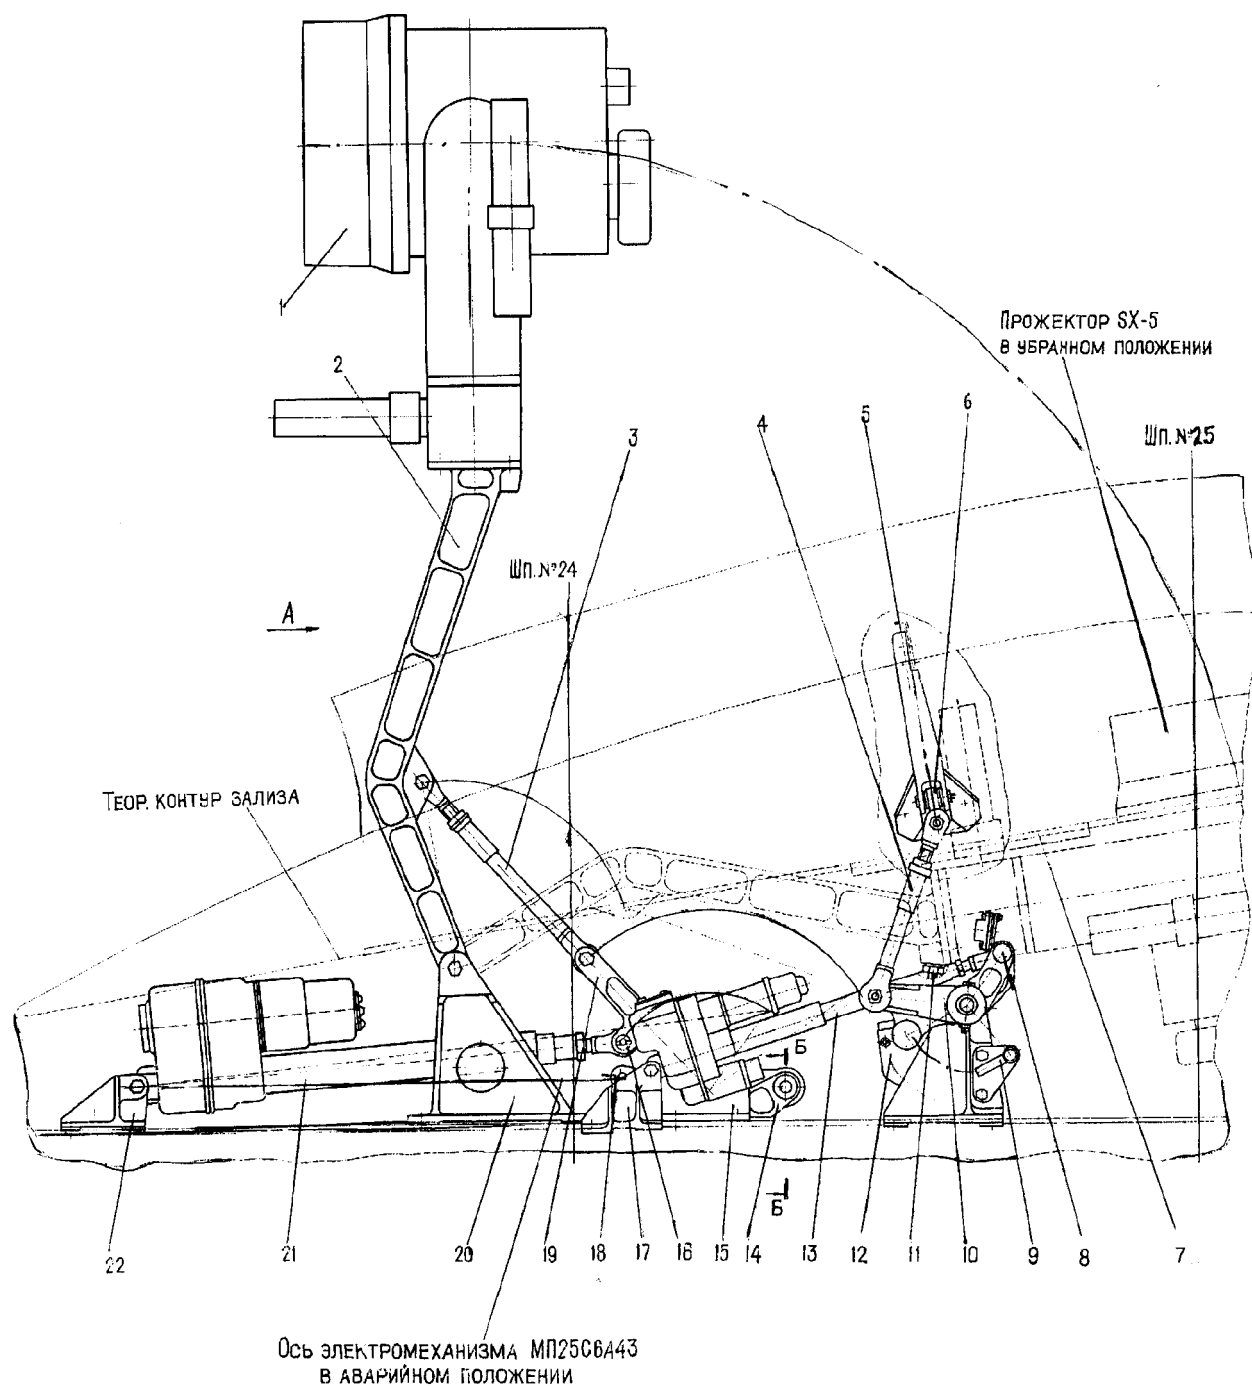

Рис. 4.1 Управление выпуском-уборкой поискового прожектора SX-5
5 Не убирается поисковый прожектор и не закрываются створки ниши прожектора, горит табло ВЫПУЩЕН у надписи ПРОЖЕКТОР ПОИСК, а на экране КСЭИС выдается информация ПРОЖЕКТОР УБЕРИ и одновременно на козырьке приборной доски пилотов горят ЦСО НЕ ГОТОВ	<p>Через прибор наблюдения ТС-27АМШ убедиться, что прожектор SX-5 не убран, а створки ниши открыты.</p> <p>Для обеспечения взлета самолета произвести аварийную (ручную) уборку прожектора и закрытие створок ниши в следующей последовательности Рис. 4.1:</p> <ul style="list-style-type: none">— установить фиксатор (14) в аварийное положение. Удерживая стойку (2) в выпущенном положении, отсоединить ухо электромеханизма (21) от качалки (19), вынув стопорную шпильку (16) и зафиксировать его отсоединенное ухо в вилке (18);— удерживая стойку (2) в выпущенном положении вывести качалку (19) и тягу (3) из кинематического замка в сторону уборки прожектора, повернуть стойку (2) с прожектором (1) в убранное положение до входа штока фиксатора (14) в отверстие качалки (19);— установить фиксатор (12) в аварийное положение аналогично фиксатору (14). Удерживая створки (23) в открытом положении, отсоединить ухо электромеханизма (13) от двуплечей качалки (10), вынув стопорную шпильку (8), и зафиксировать его отсоединенное ухо в вилке (27). Закрыть створки до полного совпадения их с теоритическим обводом обтекателя переднего зализа крыла, через люк аварийного обслуживания (7), убедиться в том, что шток фиксатора (12) вошел в отверстие кронштейна (9). При необходимости повернуть качалку до совмещения штока фиксатора (12) с отверстием кронштейна (9);— закрыть люк аварийного обслуживания (7).
Перечень элементов к *Рис. 4.1, 4.2*: